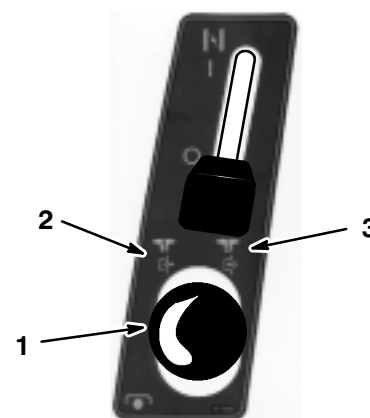

Figure 3
2. Tirer la commande des lames (PdF) en position EMBRAYEE (Fig. 3).
2. Enfoncer la commande des lames (PdF) en position DEBRAYEE (Fig. 3).